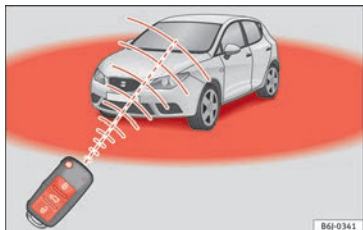

Fig. 131 Radio de acción del mando a distancia por radiofrecuencia.
- El mando a distancia por radiofrecuencia funciona únicamente dentro de su radio de acción » fig. 131.